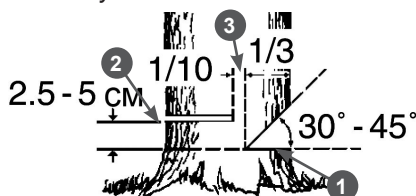

Рис. 10 Расположение запила, пропила и недопила
2. Начните пилить с той стороны дерева, куда оно должно упасть (Рис. 10). Сделайте запил 1 с той стороны, куда должно упасть дерево, глубиной примерно $1/3$ диаметра ствола и под углом от 30 до 45 градусов (Рис. 10). В начале пиления первым должен коснуться дерева зубчатый упор. Затем, используя зубчатый упор в качестве точки вращения, вращением электропилы погружайте шину с движущейся цепью в древесину. При спиливании крупных деревьев перестановку упора делают несколько раз.
3. Сделайте основной валочный пропил 2 с противоположной стороны, выше основания запила на 2,5-5 см. Между основным пропилом и запилом должен оставаться недопил 3 равный примерно $1/10$ диаметра ствола. Вставьте своевременно клин в пропил. Недопил 3 действует как шарнир и позволяет контролировать падение дерева (Рис. 10).